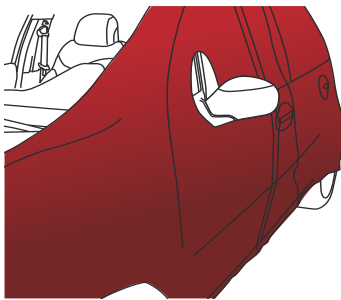

Abbildung 23
- › Die Folie ist nun über die gesamte zu verklebende Fläche gespannt. Jetzt können Sie mit der tatsächlichen Folienverklebung (Abb. 23) entsprechend der jeweiligen Oberfläche beginnen.